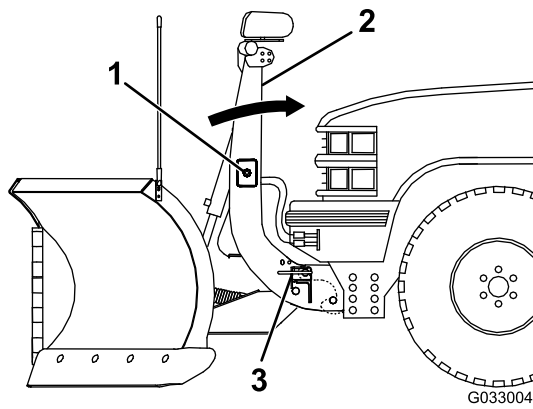

Bild 32
5. Drücken Sie den SmartHitch2-Schalter an der Seite der Kupplungssäule nach oben und heben Sie die Säule an, bis die Federstifte der Kupplung einrasten (Bild 32).